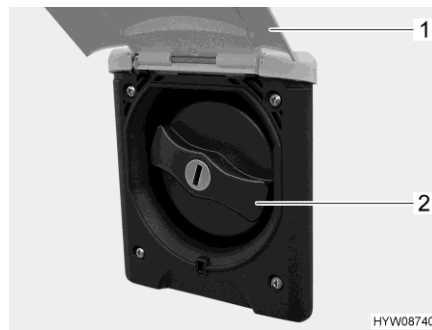

Bild 104 Verschlussdeckel (Trinkwasser-Einfüllstutzen)
- Außenklappe (Bild 104,1) nach oben schwenken.
- Blauen Verschlussdeckel (Bild 104,2) eine viertel Umdrehung drehen.